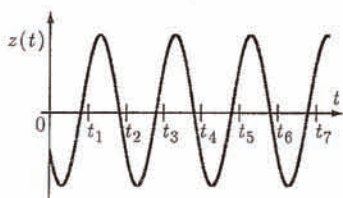

図 1-5
と表すことができる。式 (1) の右辺の演算を実行し結果を整理して、質量 I の $t > T$ における単振動の振幅 A を分離時刻 T の関数として示せ。ただし、図 1-5 に示すような時刻 $t_n = \frac{n\pi}{\omega}$ (ただし n は自然数) において変位 $z(t_n) \neq 0$ である場合を含む一般の単振動の変位を表すためには、 $z(t) = Z \sin(\omega t + \theta)$ のように正弦関数と 3 つの定数 Z, ω, θ が必要となることに留意せよ。